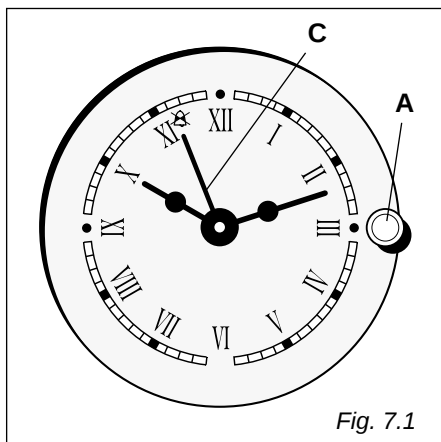

Fig. 7.1
RELOGIO COM CONTADOR DE MINUTOS (Fig. 7.1)
CONTADOR DE MINUTOS (Fig. 7.1)
Para programar o contador de minutos gire o pequeno botão (A) no sentido horário ou anti-horário (sem pressioná-lo), até que a flecha (C) coincida com o tempo desejado (55 minutos ao máximo) (fig. 7.1).